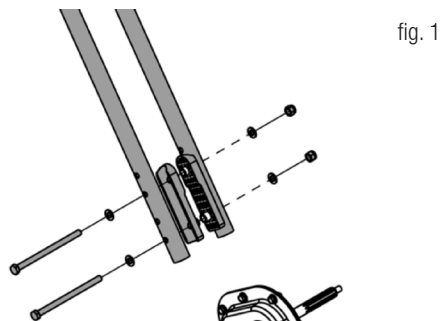

fig. 1
1. Montare la parte inferiore del manubrio. Utilizzare le staffe e i bulloni forniti. Puoi scegliere tra 2 diverse altezze del manubrio fig. 1.